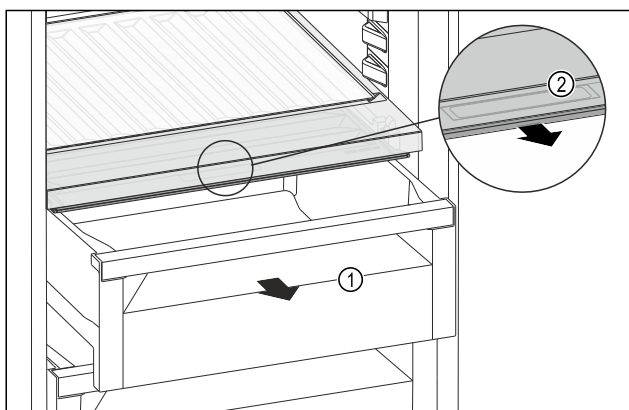

Fig. 117
- Húzza ki a fiókot Fig. 117 (1).
- Fogja meg a süllyesztett fogantyút Fig. 117 (2) a rekeszfedélen, és ezzel egy időben húzza előrefelé a rekeszfedelet.